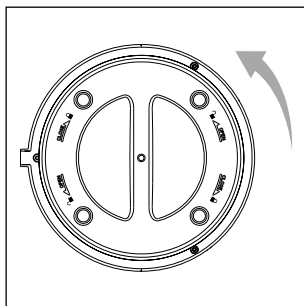

Fig. 3
3. Învârtiți puțin capacul carcasei **9** din partea inferioară a aparatului în sens antiorar, în direcția **OPEN** , pentru a-l deschide (a se vedea fig. 3). Îndepărtați capacul carcasei **9** de la aparat.